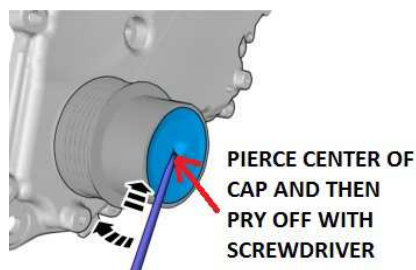

Fig 1
3. Remove Torqfiltr® cap with small screwdriver. Discard old cap. Figure 1
3. Enlever le bouchon du TorqfiltrMD au moyen d'un petit tournevis. Jeter l'ancien couvercle. Figure 1